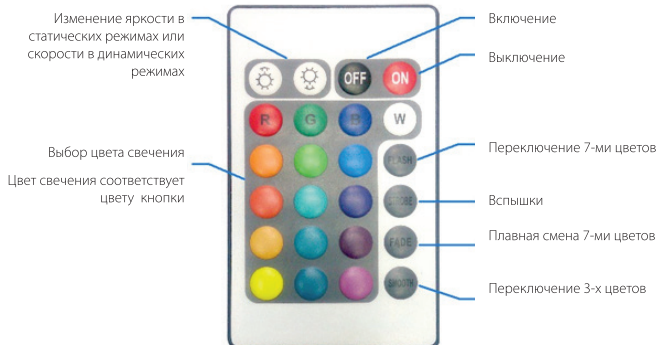

Рис.3. Управление контроллером.
- 3.8. Проверьте управление с пульта (см. Рис.3.)